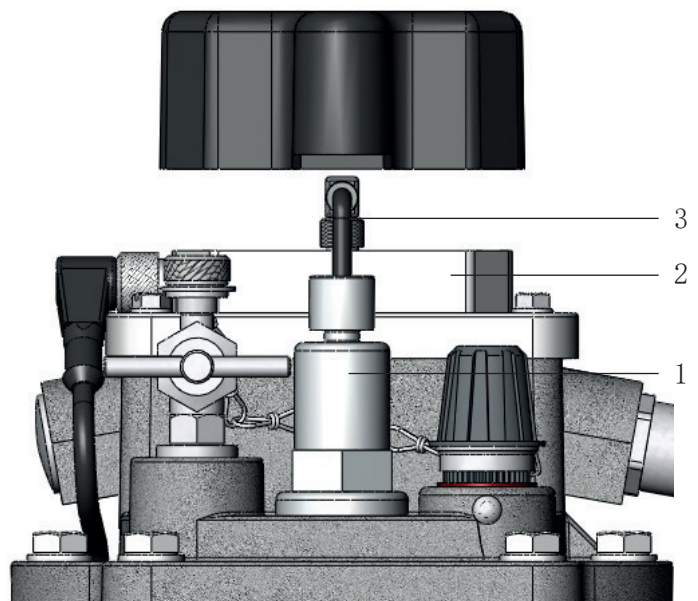

图 5 - 拆下罩盖的顶盖部分
- 通过拆卸下LS-插塞连接M8 (图5中3), 分离探头 (图5中1) 和放大器单元 (图5中2)。
握紧LS-插头 (图5中3) 上波纹形把柄处, 以非旋拧方式拉出。旋转插塞可能会导致其损坏。